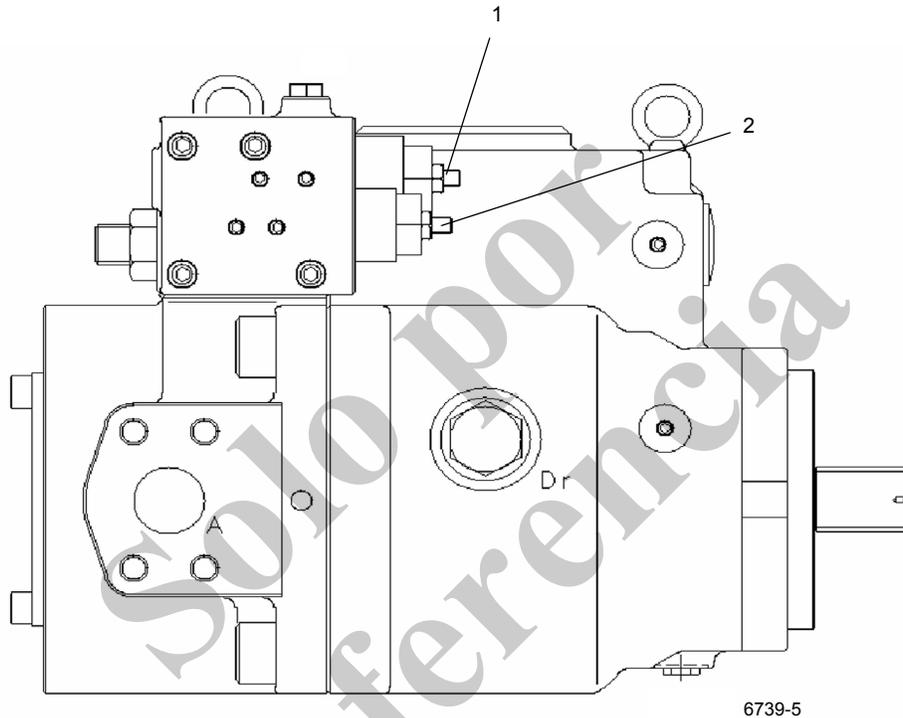

FIGURA 2-13
1. Con el motor apagado, descargue todo el aceite a presión almacenado en los acumuladores pisando el pedal de frenos de servicio en la cabina unas 4 - 6 veces. Retire el protector y la tapa de la válvula de gas del acumulador (Figura 2-13).
2. Antes de conectar el conjunto de carga a la válvula de gas (Figura 2-13), desenrosque la manija en "T" del adaptador de gas completamente (gírela en sentido contra horario).
6. Si la presión mide  $5.5 - 5.9 \text{ MPa}$  ( $800 - 850 \text{ psi}$ ), retire el conjunto de la válvula de carga girando la manija en "T" completamente hacia fuera en el adaptador de gas y después abriendo la válvula de purga (Figura 2-13). Si la presión está baja, vea el procedimiento de precarga a continuación.